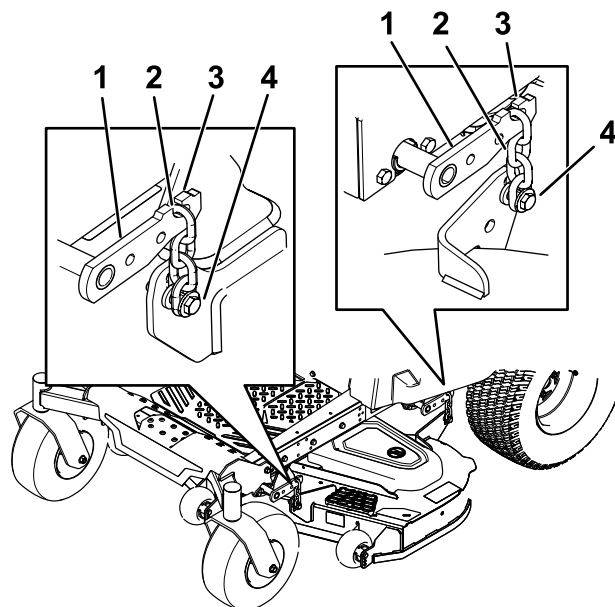

Figura 76
8. Rimuovete le catene dai ganci sui bracci di sollevamento del piatto (Figura 76).
6. Alzate la parte posteriore del piatto di taglio e attaccate le catene ai bracci di sollevamento posteriori (Figura 76).
7. Attaccate le catene anteriori ai bracci di sollevamento anteriori (Figura 76).